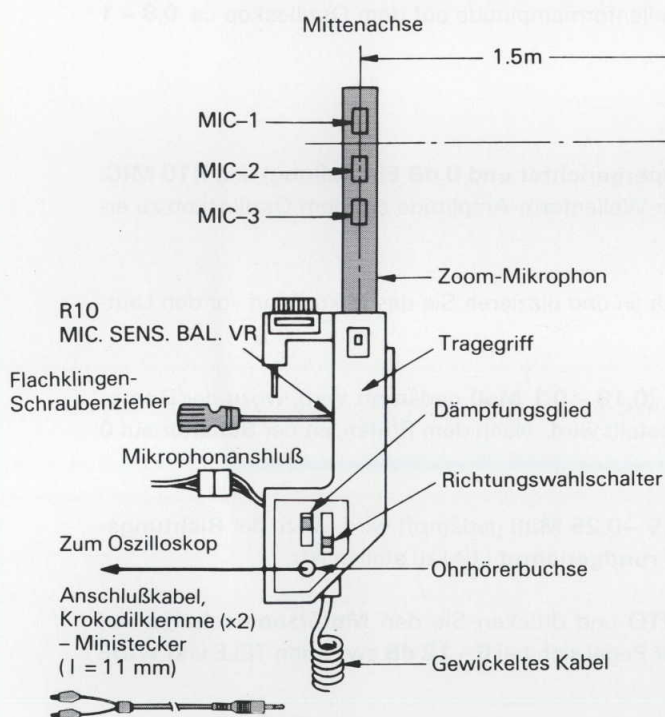

Fig. 5-1-1
- (2) Stellen Sie das Zoom-Mikrophon, Tonquelle und Meßinstrument gemäß **Fig. 5-1-1** auf.
- (1) Aufstellung wie in **Fig. 5-1-1** gezeigt (**mit supergerichtet und 0 dB Einstellung**) und **R10 MIC. SENS BAL. VR** einstellen, um eine Minimum-Wellenform-Amplitude auf dem Oszilloskop zu erhalten.